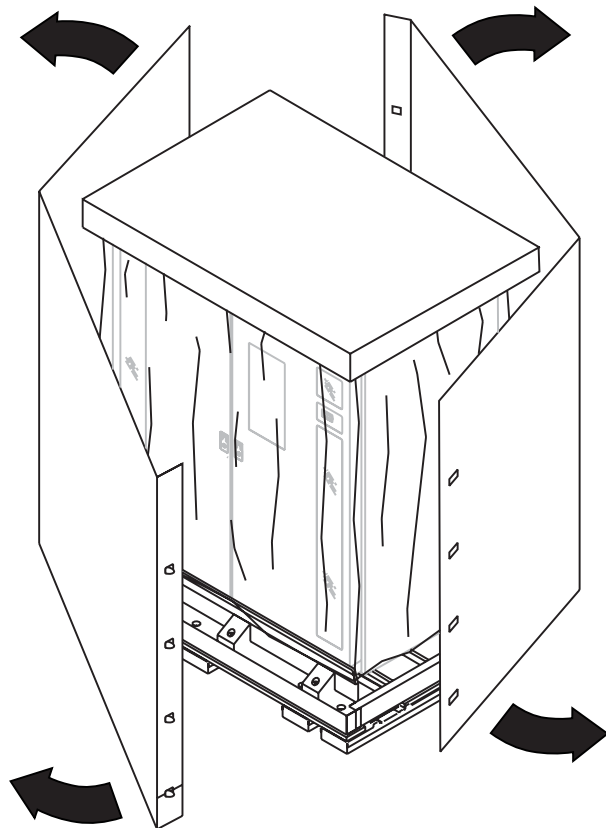

Figura 4-4: Rimozione della scatola di cartone
6. Liberare la libreria di nastri dalla scatola di cartone (vedere la Figura 4-4).